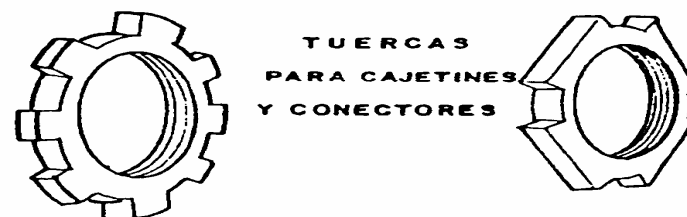

Fig. 4
- Se emplean tuercas para fijar los conectores en las distintas cajas. Fig.4